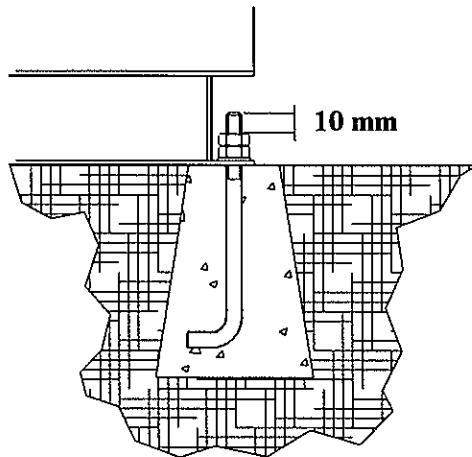

fig. 5
- Insert bolts through the holes in the base channel (*fig. 5*); fit flat washer and nut, turn the nut until approximately **0.5 inch** of
- Introducir los pernos en los taladros de los perfiles de la base (*fig. 5*); colocar arandela, tuerca y atornillarla hasta liberar aproximadamente **10 mm** de rosca por encima de la tuerca.
- Introduire les boulons dans les trous des profiles de la base (*fig. 5*); placer la rondelle, l'écrou et le visser jusqu'à ce que **10 mm** approx. du filet sorte par dessus de l'écrou.